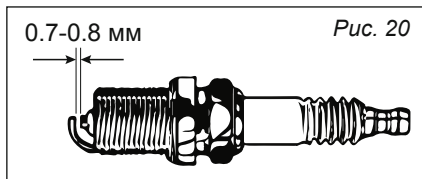

Рис. 20
4. Проверьте расстояние между электродами калибром толщины и установите зазор 0,76 мм при необходимости (рис. 20).